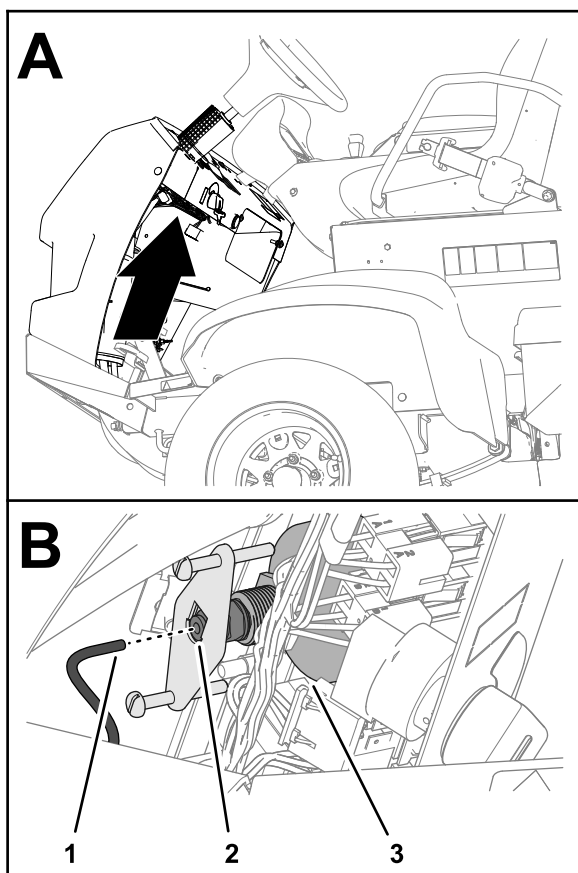

Figura 137
5. Retire el tubo de la parte trasera del manómetro y coloque el extremo del tubo en un recipiente (Figura 137).